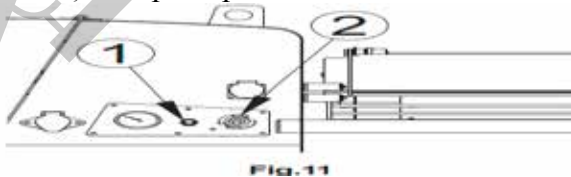

Fig.11
Dacă există mașină de curățat cu presiune cu acționare hidraulică (opțional), după conectarea conductelor de aspirație (Fig. 11 ref. 1) la sursa de alimentare cu apă cu un debit adecvat (cel puțin 25 l/h la o presiune minimă de 1.5 bar) – (nu este acceptată alimentarea dintr-un rezervor de apă) – și conductele de aducțiune, cu pistolul prevăzut, de sistemul de prindere aflat pe pompă (Fig. 11 rif. 2) porniți-l cu selectorul (fig. 7 ref. 12) și începeți operațiunile de spălare.